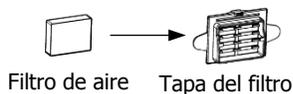

Fig. 18-4
(1) Ponga el filtro de aire a la tapa del este, como se muestra en la Fig. 18-4.